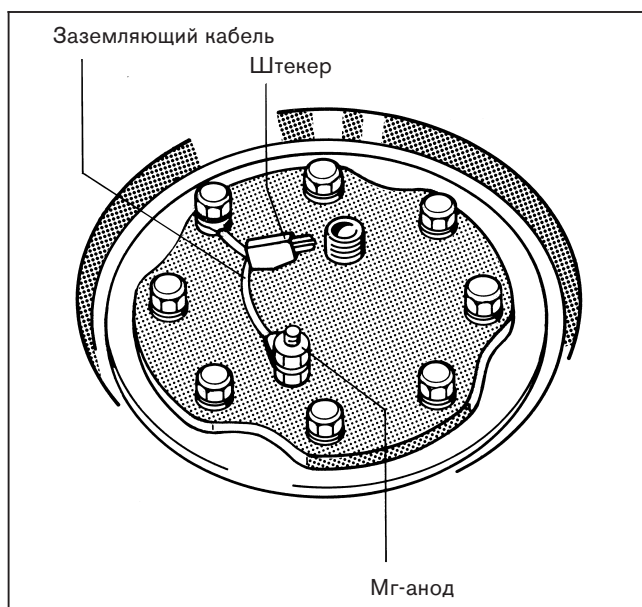

Рис. 11
- Проверить встроен ли магнийевый анод и подключен ли заземляющий кабель (рис. 11).
- Соединить штекер заземляющего кабеля с кабелем регулятора (рис. 11).